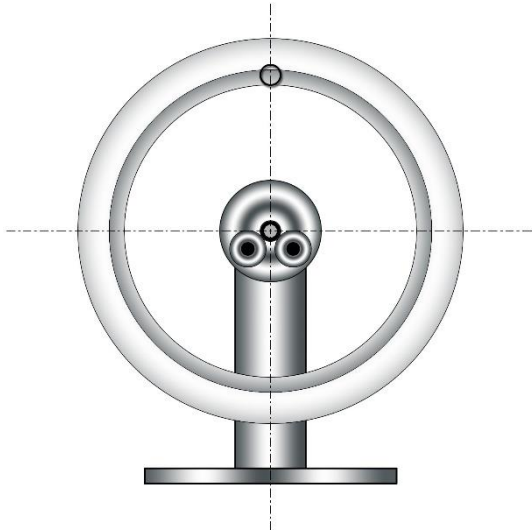

Figure 1 : Jante de repos sans pneu
3. Lorsque la jante s'arrête, le point le plus léger est en haut (voir Fig. 1).
4. Pour les étapes à suivre, il est utile de marquer le point le plus léger (point sur la Fig. 1 ci-dessus). Pour cela, vous pouvez utiliser de la craie à l'huile ou du ruban adhésif.